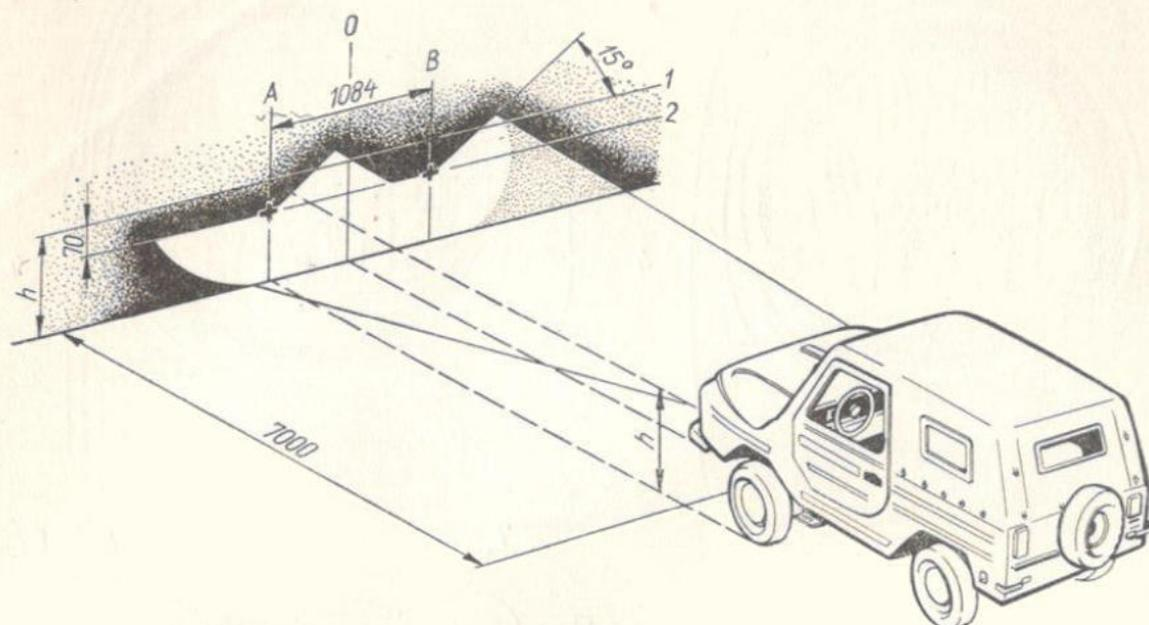
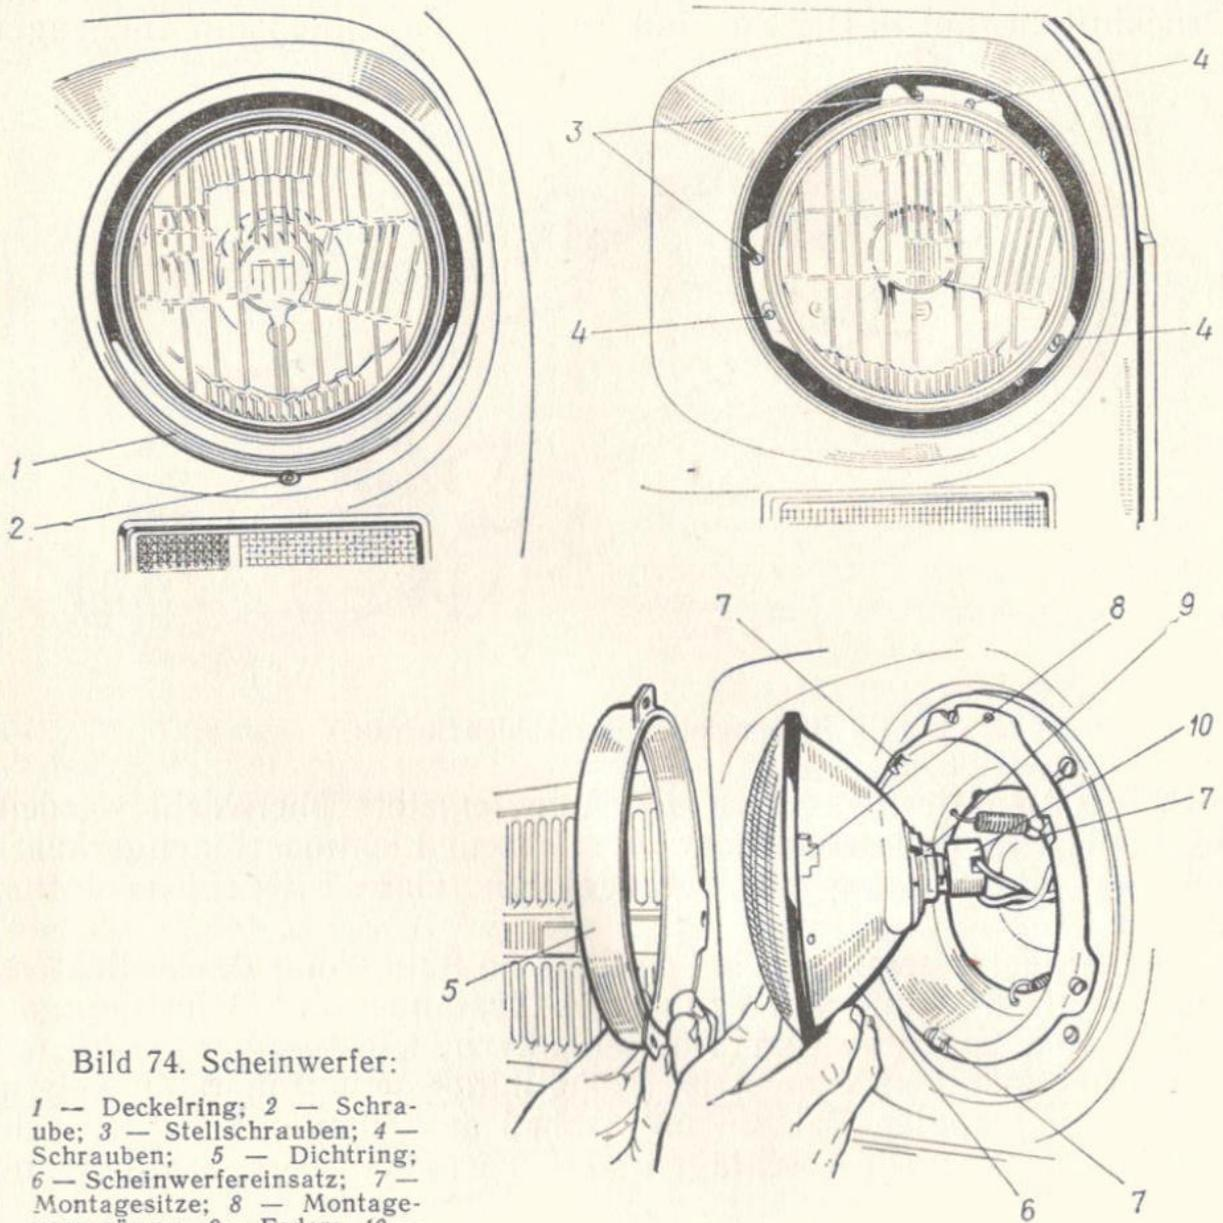

Bild 73. Einstellen des Abblendlichtes
Bild 74. Scheinwerfer:
1. Unbelasteten Wagen mit normalem Reifendruck aus einem horizontalen Platz (Bild 73) in einem Abstand von sieben Metern von einer im Schatten befindlichen weißen Wand abstellen. An der Wand Einstelllinien, wie in Bild gezeigt, auftragen (h — Höhe der Scheinwerfermitte über dem Boden).
2. Schraube 2 lösen (Bild 74) und Deckelring 1 des Scheinwerfers abnehmen. Abblendlicht einschalten und durch Drehen der Stellschrauben 3 Scheinwerfereinsätze derartig einstellen, daß die horizontale Hell-Dunkel-Grenze auf der Linie "2" liege (Bild 73) und die
Ersetzen von Lampen. Zum Ersetzen der Scheinwerferlampe Schraube 2 (Bild 74) für Befestigung des Deckelringes lösen und